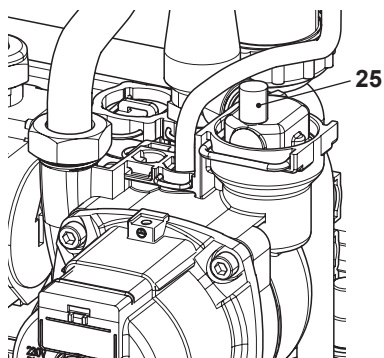

Figura 9.10
- Para facilitar el vaciado, levante el tapón 25 de la válvula de purga automática indicado en la Figura 9.10.